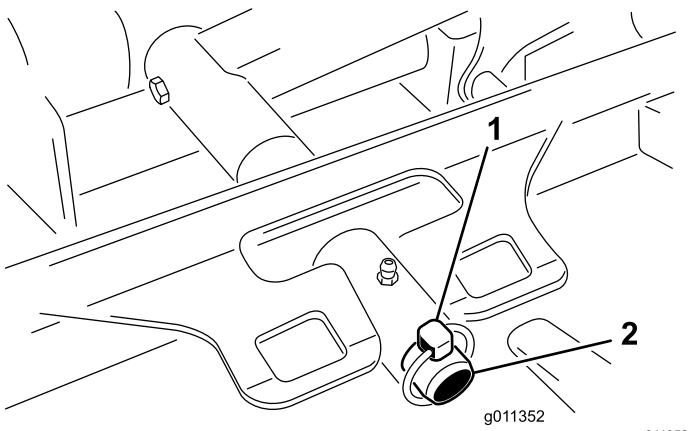

Figura 98
3. Rimuovete l'acciarino (per macchine Groundsmaster 4500) o il dado di fissaggio (per macchine Groundsmaster 4700) che fissa il telaio portante del piatto di taglio al perno orientabile del braccio di sollevamento (Figura 98).
2. Fate scorrere il telaio portante del piatto di taglio sul perno orientabile del braccio di sollevamento (Figura 98). Fissate il piatto di taglio al perno con l'acciarino (per macchine Groundsmaster 4500) o il dado di fissaggio (per macchine Groundsmaster 4700).